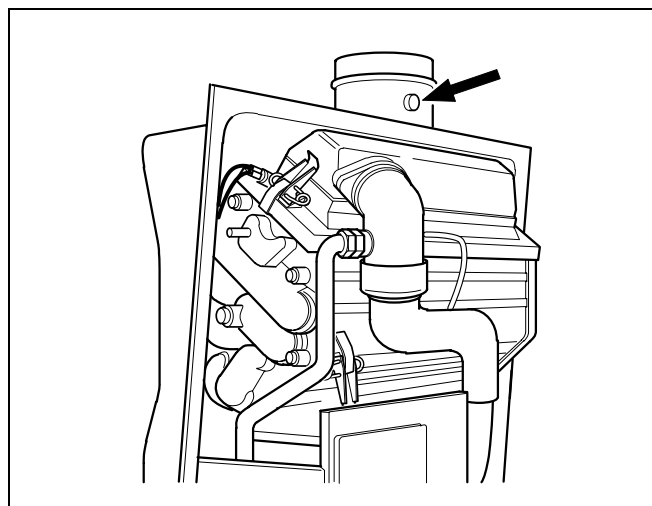

Fig. 30 Poziții de măsurare pentru gazele arse
- Se măsoară și se notează conținutul de CO₂ la pozițiile de măsurare pentru gazele arse (fig. 30).
Poziție de măsurare vezi fig. 30.